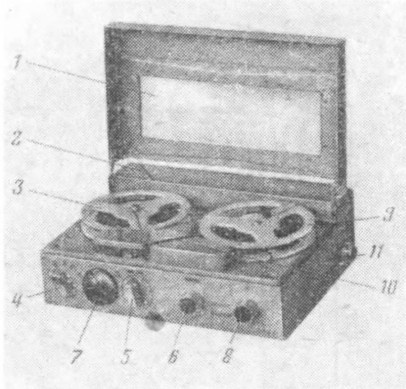

Рис. 34. Магнитофон «Репортер-5».
**Конструкция (рис. 34).** Магнитофон выполнен в виде плоской прямоугольной металлической коробочки с откидной крышкой 1. Под крышкой находятся катушки с лентой 3 и 9. Позади крышки, вдоль всей задней стенки аппарата расположен отсек 2 для шести элементов или аккумулятора. Все элементы управления вынесены на переднюю панель: переключатель рода работы 4, регулятор громкости и уровня записи 5, индикатор уровня записи и напряжения батарей (с кнопкой) 7, микрофонное гнездо 6, телефонное гнездо 8 и гнездо подключения внешнего источника питания 11. Блок головок прикрыт крышкой 10.